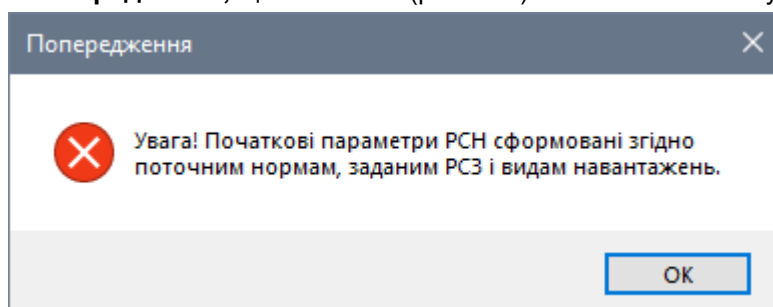

Рис. 9.32. Діалогове вікно Попередження
- В діалоговому вікні **Попередження**, що з'явилося (рис. 9.32) натисніть на кнопку **ОК**.